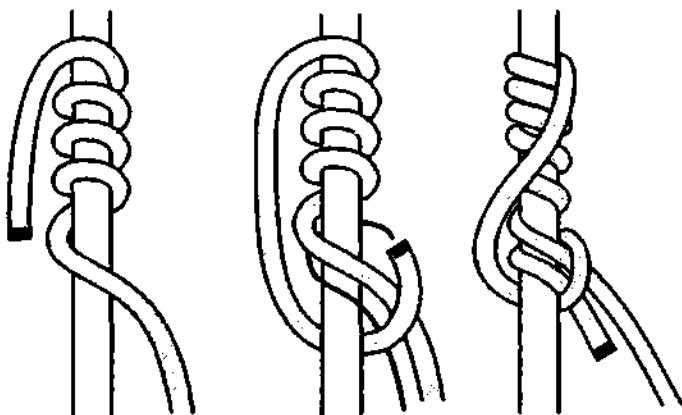

Рис. 677. Сосулька.
**Сосулька** – очень надёжный схватывающий узел (рис. 677). Его вяжут на гладких и скользких основных верёвках. Если *сосульку* правильно связать, то она способна держать даже на полированной латунной поверхности, и это почти единственный узел, который схватывает на скользком и гладком стволе дерева, лишённом коры. *Сосулька* хорошо держит на мокрой и обледенелой верёвке. Этот удивительный узел впервые был продемонстрирован Джоном Смитом в 1990 году, но похожий узел вязали когда-то и моряки. У *сосульки* можно использовать как один конец, так и оба, связав их вместе и образовав петлю.